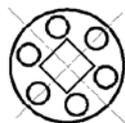

图 10.1.5 块的插入效果
Step2. 选取插入块命令。在当前的图形中，选择下拉菜单 **插入 (I)** → **块 (B)...** 命令，系统弹出“插入”对话框。
Step3. 选取块的名称。在 **名称 (N)** 下拉列表中，选择块的名称 form1。
Step4. 指定块的插入点。在 **插入点** 选项组中，选中 **在屏幕上指定 (S)** 复选框。
Step5. 设置插入块的缩放比例。在 **比例** 选项组中选中 **统一比例 (U)** 复选框，并在 **比例** 文本框中输入数值 0.5。
Step6. 设置插入块的旋转角度。在 **旋转** 选项组的 **角度 (A)** 文本框中，输入插入块的旋转角度值 45。
Step7. 单击对话框中的 **确定** 按钮，然后在绘图区中需要插入块的位置单击，至此完成块的插入操作，效果如图 10.1.5 所示。